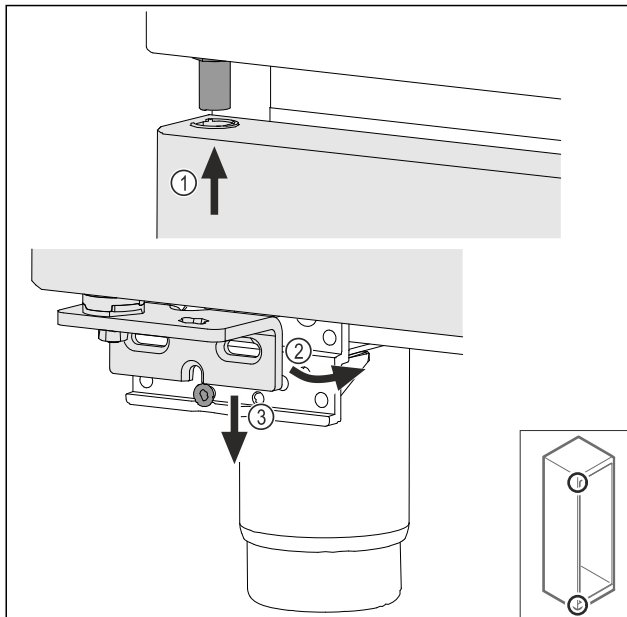

Fig. 45
- ▶ Ievadiet augšā durvis mazliet sagāztā veidā Fig. 45 (1), nolīmeņojiet durvis taisni Fig. 45 (2) un uzlieciet apakšā uz gultņa balsta skrūves Fig. 45 (3).